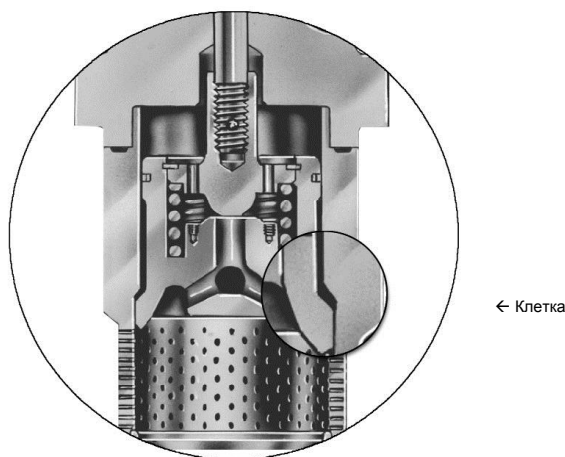
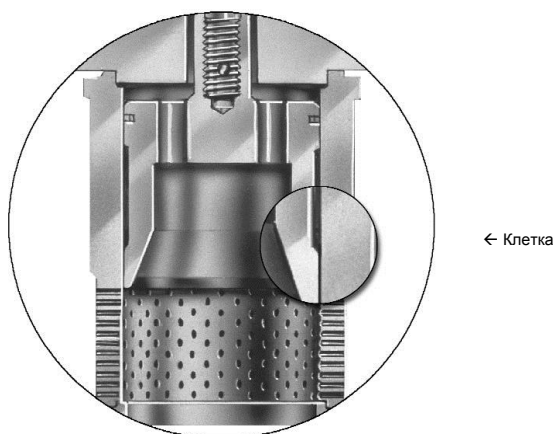

Рисунок 3 – Конструкция с плунжером шаровой формы
Рисунок 4 – Конструкция с прямым плунжером
4. Снимите сборку плунжера (12) с клетки (11), потянув шток (16) вверх. В случае с конструкцией с плунжером шаровой формы (см. рисунок 3), если потянуть шток (16), то и плунжер (12), и клетку (11) можно снять вместе. Для конструкций с прямым плунжером (см. рисунок 4) после извлечения плунжера (16) поднимите клетку (11) для снятия с корпуса клапана (1).
5. Далее следует снять кольцо седла (18) или диффузор кольца седла (19).
- А. Для моделей 84XX2, 84XX3, 84XX6, 84XX7 и 84XX8 (клапаны с конструкцией зажатой клетки), снимите кольцо седла (18) или диффузор кольца седла (19), подняв деталь из корпуса (1).
- В. Для моделей 84XX0, 84XX1, 84XX4 и 84XX5 (клапаны с конструкцией подвешенной клетки) необходимо сначала определить способ крепления кольца седла (18) или диффузора кольца (19) в корпус (1). Это можно определить при визуальном осмотре или обратиться на завод.
Шток плунжера завинчен, закреплён и приварен прихваточным швом к плунжеру клапана (12). Для демонтажа штока нужно держать плунжер, как указано на рис. 4, осторожно так, чтобы не повредить направляющие поверхности. Снимите шпильку штока плунжера (17) со сборки. С помощью фаски или гайки и контргайки на конце штока, отвинтите шток от плунжера, так чтобы не применять изгибающий момент, который может повредить его.